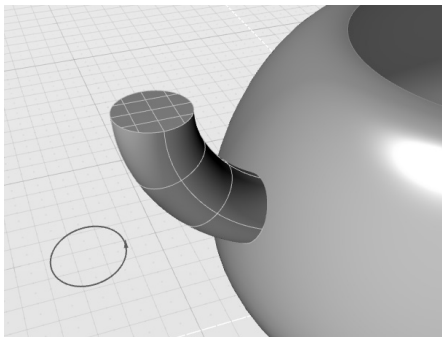

图 5-53 为管道曲面创建封口
4) 保持新创建的壶把处于选中状态, 在控制面板中, 勾选“选项”参数下的“起始封口”和“结束封口”两个复选框, 获得结果如图 5-53 所示。